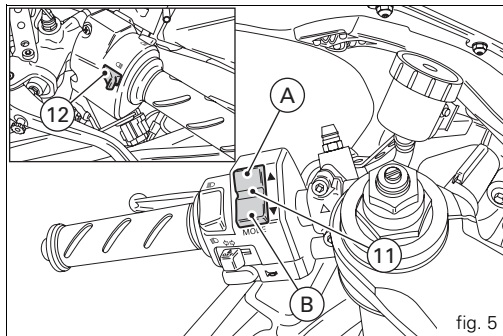

fig. 5
12) **Bouton pour appel de phares FLASH** (fig. 5).